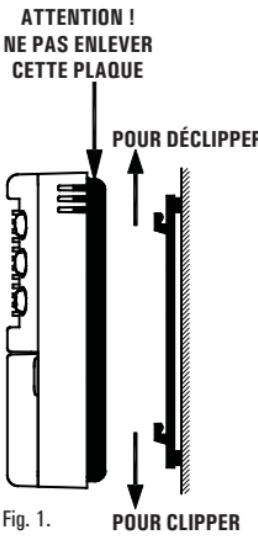

Fig. 1.
- Décrocher la plaque murale enfoncée sous la base du chronothermostat, tel qu'il est indiqué sur la Fig. 1.